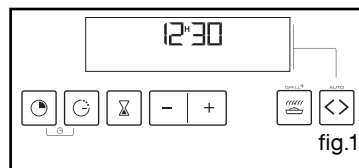

fig.1
Het display knippert op 12:00. (fig.1)
De keuzeknop moet verplicht op 0 staan (fig. 1).
Deze mag niet knipperen (fig. 1).
- Kies de gewenste bakwijze en pas de temperatuur aan. (fig. 1).
Weerdgave van einde baktijd om aan te duiden dat u dan kan instellen (fig.1).
– De programma schakelaar moet aalleen het uur weergeven (fig.1).